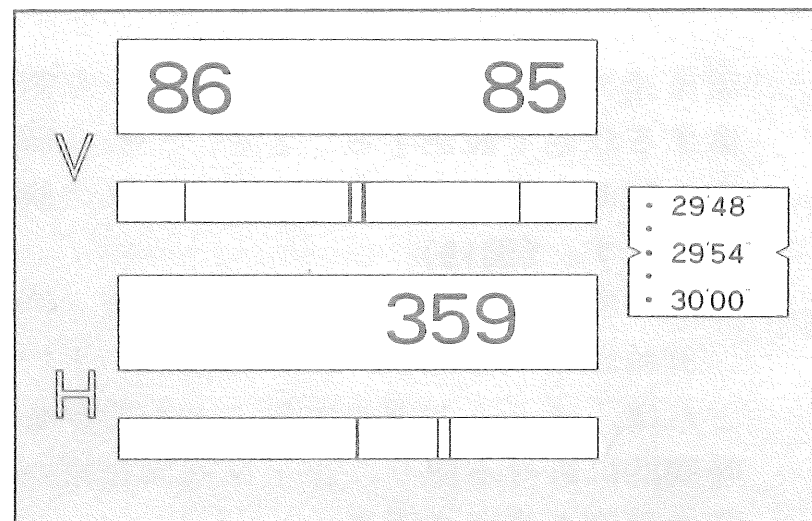

図20-1
① 図20-1は、目標を視準した直後の目盛視野であると仮定します。